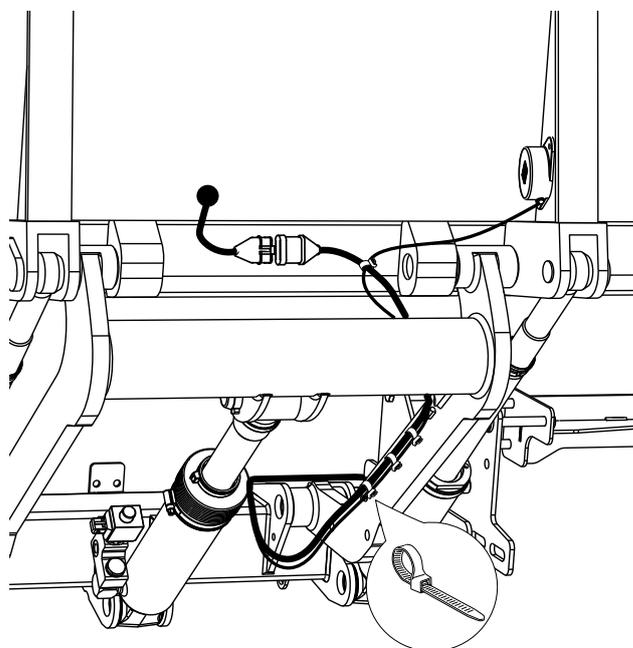

Figura 58. Montaje de cableado
1. Conectar el cable suministrado al conector en el cable del dispositivo de mando con el pie/de las luces de aviso, luego tirar del cable y montar con abrazaderas según Figura 58.